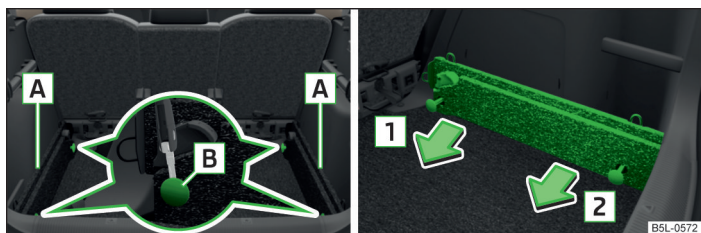

Fig. 89 Soltar los puntos de retención/retirar las guías portantes
- > Suelte los puntos de retención » fig. 89 en las guías portantes con la llave del vehículo o con un destornillador plano.
- > Presione los dos puntos de fijación » fig. 89 en cada guía portante hasta el tope.